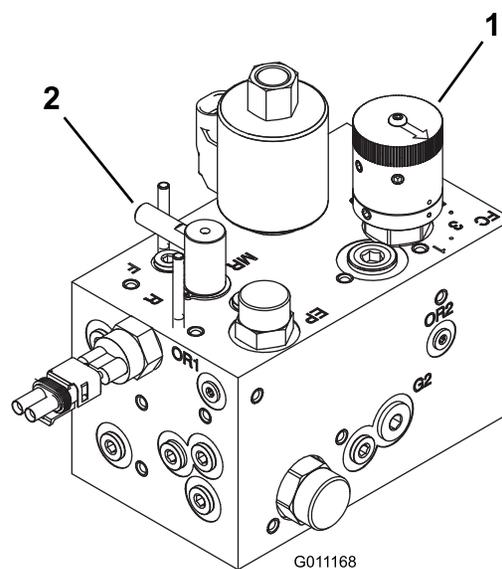

Figura 46
- Gire el mando de control de velocidad del molinete (Figura 46) al número determinado en el Paso 1.